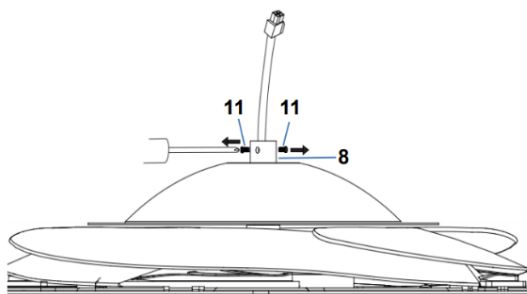

Fig. 4.2
2. Allentare le viti di fissaggio (11) sul raccordo dell'asta (8) (Fig. 4.2).